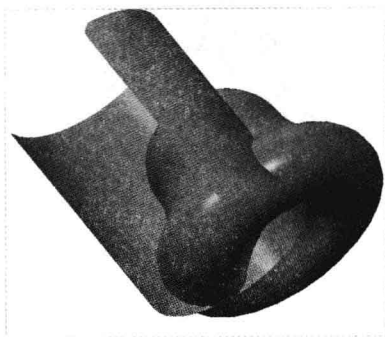

图 9-61 图形文件
Step 01 按【Ctrl+O】组合键,打开图形文件,如图 9-61 所示,在“功能区”选项板的“模型”选项卡中,单击“曲面”面板中的“造型”按钮 .